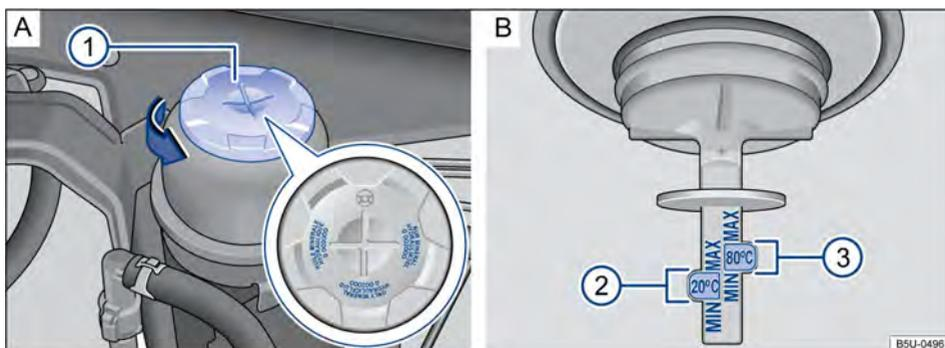

Fig. 85 No compartimento do motor: **A** Reservatório do fluido da direção hidráulica. **B** Marcações para controle do nível do fluido da direção hidráulica.
- Girar a tampa do reservatório → Fig. 85 **A** ① no sentido da seta.
- Retirar novamente a tampa e verificar o nível do fluido pelas marcações “MIN” e “MAX” com a indicação 20 °C da haste de medição **B** ②. ▶
- Retirar novamente a tampa e verificar o nível do fluido pelas marcações "MIN" e "MAX" com a indicação 80 °C da haste de medição **B** ③.